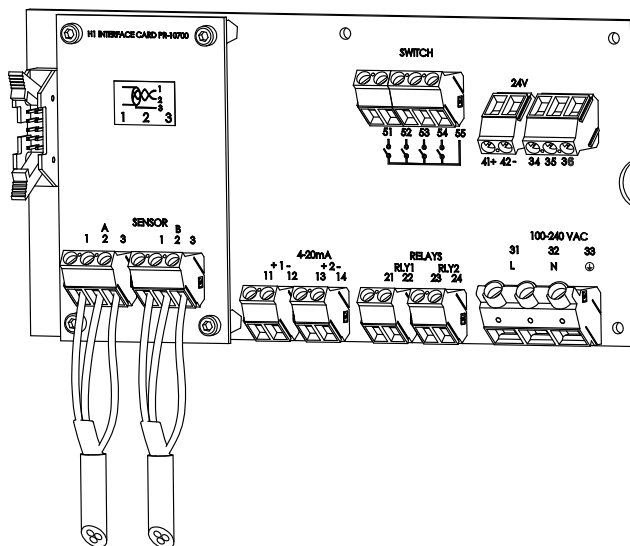

Figure 3.7 Carte mère du transmetteur pour le courant alternatif
Le câble comporte une paire de fils de transmission torsadés (1, 2) et un blindage (3) (voir la Section 3.3.2 et la Figure 3.7). Le débit standard du câble est de 10 mètres (33 pieds). La longueur maximale du câble d'interconnexion est de 200 m (660 pi).
Description des bornes sur la carte d'interface H1 PR-10701 et sur la carte mère du transmetteur PR-10600 (Figure 3.7) :
L'alimentation principale en courant alternatif est raccordée à une plaque à bornes 31/32/33 séparée sur laquelle est indiqué POWER dans l'angle inférieur droit de la carte mère (Figure 3.7). Sur les trois bornes est inscrit 31/L, 32/N et 33/⊕ (mise à la terre). La borne d'alimentation 33/⊕ est raccordée directement aux parties métalliques exposées du transmetteur DTR. Le câblage aux bornes doit être de 1,5 mm² au minimum. Le fusible de protection dans l'installation doit être conforme aux spécifications locales requises.